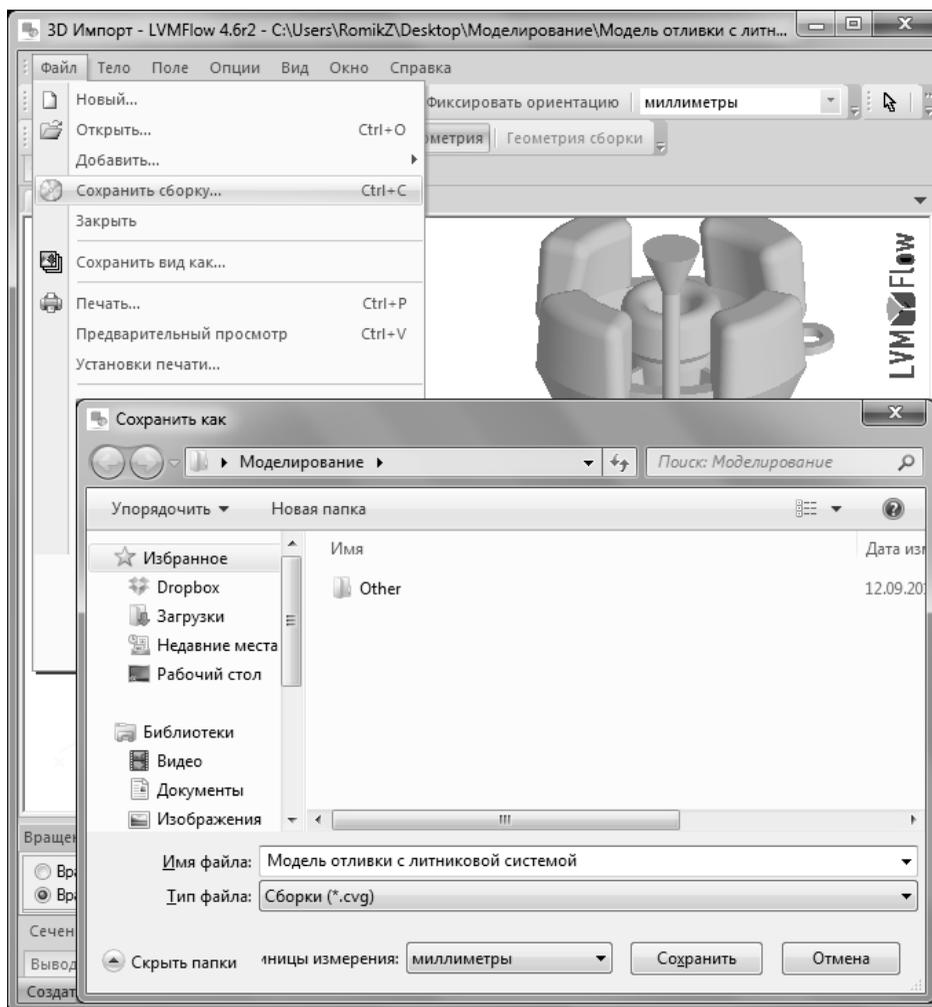

Рисунок 3 - Сохранение геометрической модели во внутреннем формате
- Сохраните геометрическую модель во внутренний формат программы LVMFlow. Имя файла задайте вида «Название отливки» (рис. 3).